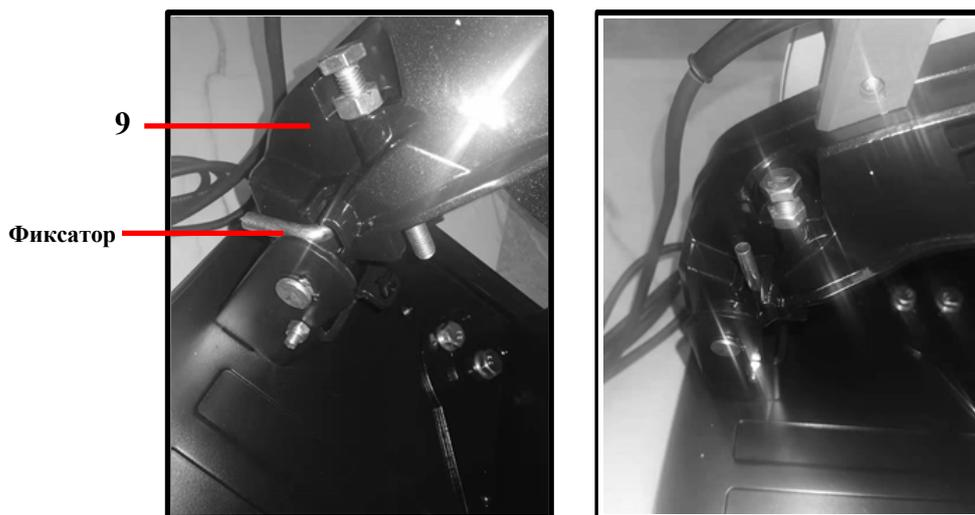

Рис.9
1. Поднять фиксатор и опустите поворотный кронштейн **9** (рис.1 и рис.9) до упора.
3. Для перевода в рабочее положение необходимо отжать в сторону фиксатор и поднять кронштейн (**9**) Рис.9.